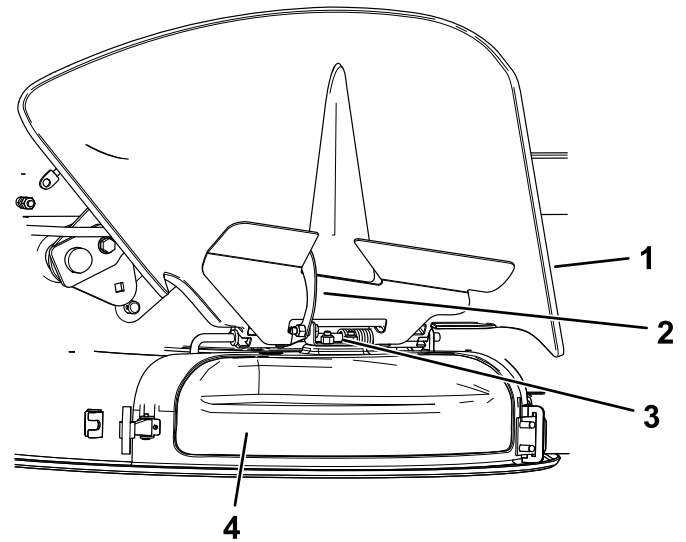

**Bild 13**
3. Winkeln Sie die Metallnase an der Auswurfkanalabdeckung im Schlitz in der Halterung ab, die am Mähwerk angeschweißt ist (**Bild 13**).